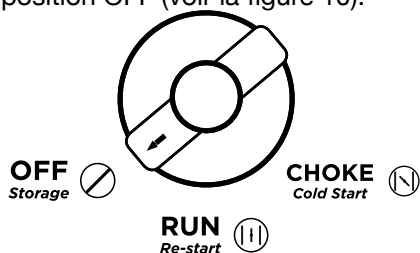

Figure 10: Tournez le commutateur de moteur / carburant en position OFF
3. Placez le commutateur de commande du moteur sur la position OFF (voir la figure 10).
En cas d'urgence et si le variateur doit être arrêté rapidement, placez immédiatement l'interrupteur de commande du moteur en position OFF (voir figure 10).